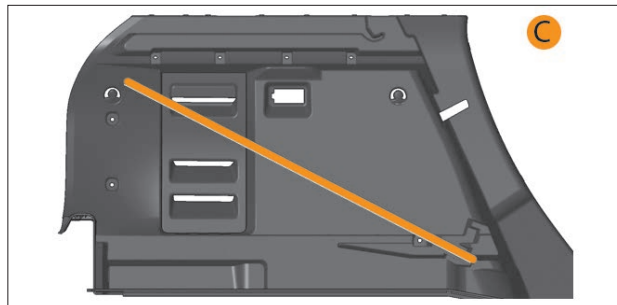

Рис. 9.8.3. Наклонное положение съемного пола (вид сбоку)
- В наклонном положении **С** (рис. 9.8.3) для обеспечения доступа в подпольное пространство.